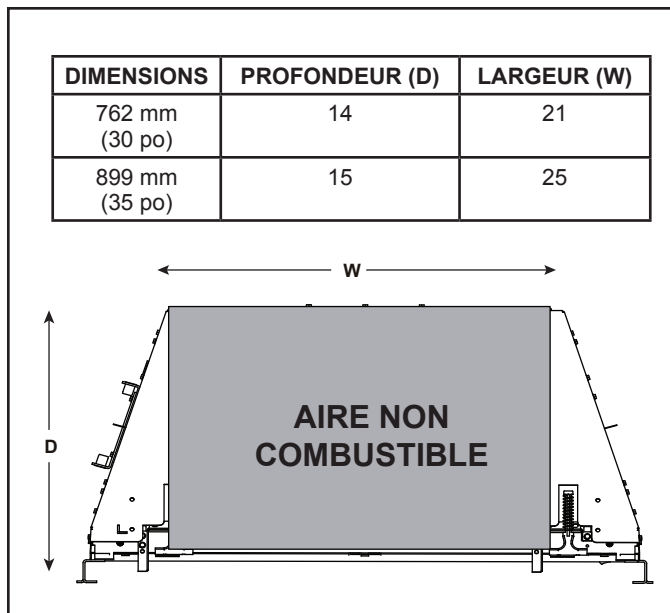

Figure 10.2 Couverture minimale alternative du panneau incombustible
- Si le dégagement de 19 mm (3/4 po) ne peut être atteint, l'appareil peut alors être directement placé sur un panneau non combustible non-métallique de 13 mm (1/2 po). Reportez-vous à la figure 10.2 pour obtenir la zone de couverture minimale requise.